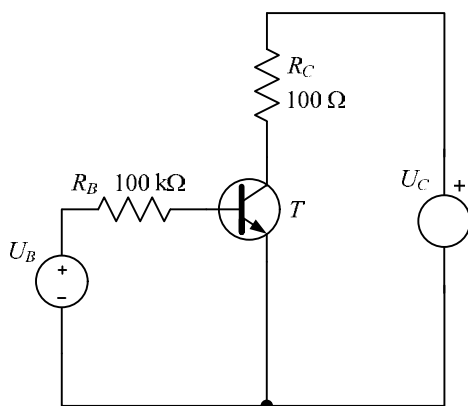

FIGURA 6.2. Característica de salida de los transistores bipolares.
- 6.1.2** Para la obtención de la característica de salida del transistor se utilizará el circuito de la Figura 6.2 (modifique, en el esquema realizado anteriormente, el valor de la resistencia de $1\text{ k}\Omega$ situada en la base del transistor a $100\text{ k}\Omega$). Realice con ayuda del programa MicroCap un análisis en continua variando las
- 6.1.3** Teniendo presente la descripción de patillas y las limitaciones eléctricas del transistor 2N2222 (consulte para ello las hojas de características proporcionadas por el fabricante), realizar el montaje de la Figura 6.2. La tensión U_C se obtendrá de un generador de señales, aplicando una rampa de 0 a 10 V con 1 kHz de frecuencia.
- 6.2.2** Utilizando un transistor 2N2222 realizar el montaje de la Figura 6.2. La onda de entrada será como la definida para el apartado anterior de la simulación y se obtendrá de un generador de funciones. Conectar uno de los canales del osciloscopio al generador de funciones y el otro al colector del transistor.